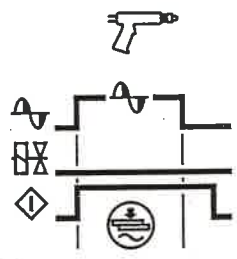

Fig. 3B
- I parametri di saldatura per la pistola monopunto vanno regolati come da Fig. 3B (si veda inoltre quanto specificato nella sezione "Unità di Controllo TE95", pag. 12-19 del presente manuale).
- Adjust the welding parameters for the single spot gun as shown on Fig. 3B (see also what stated on the chapter "Welding Control Unit TE95", p. 12-19 of this manual).
- Les paramètres de soudage pour le pistolet mono-point doivent être réglés comme montré en figure 3B (voir aussi les indications données dans la section "Unité de Contrôle TE95", p. 12-19 de ce manuel).